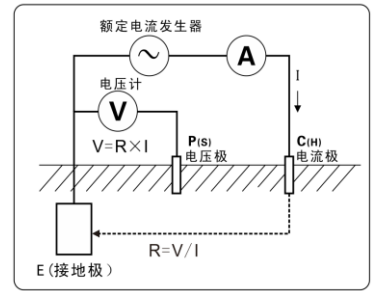

图 1 (接地测量原理图)
2. 接地电阻测量采用额定电流变极法，即在测量对象 E 接地极和 C(H) 电流极之间流动交流额定电流 I，求取 E 接地极和 P(S) 电压极的电位差 V，并根据公式 $R=V/I$ 计算接地电阻值 R。为了保证测试的精度，设计了四线法，增加 ES 辅助地极，实际测试时 ES 与 E 夹在接地体的同一点上。如图 1，四线法测试能消除被测接地体、辅助接地棒、测试夹、仪表输入接口表面之间的接触电阻（通常有污垢或生锈）对测量的影响，能消除线阻对测量的影响，更精密。